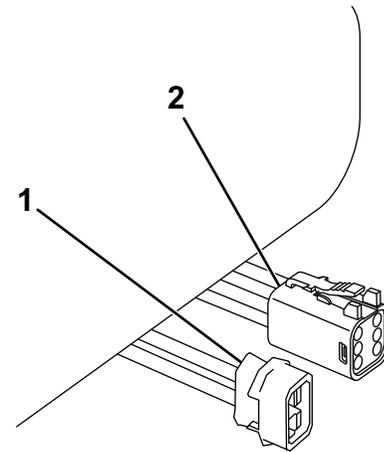

Figura 17
17. Sujete el conector del quitanieves y el conector negro y rojo de corriente/masa a la parte inferior del parachoques trasero con una brida (Figura 17).